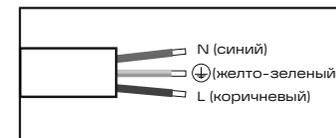

Рис. 6
- Выполните электрическое подключение осветительного прибора согласно рис. 6 или 7 (для версии с DALI 2.0).